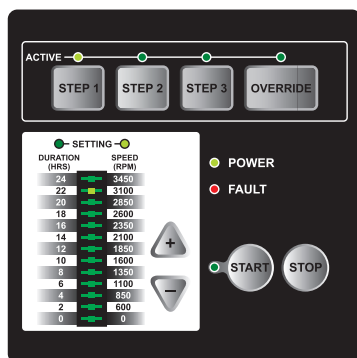

Abbildung 2: SPEED-LED für Drehzahl
2. Drücken Sie nochmals die Taste STEP 1, um die Einstellung für SPEED zu verändern. Die LED für die Einstellung von SPEED leuchtet. Die Balkenanzeige zeigt die Standardeinstellung für SPEED von STEP 1, siehe Abbildung 2.